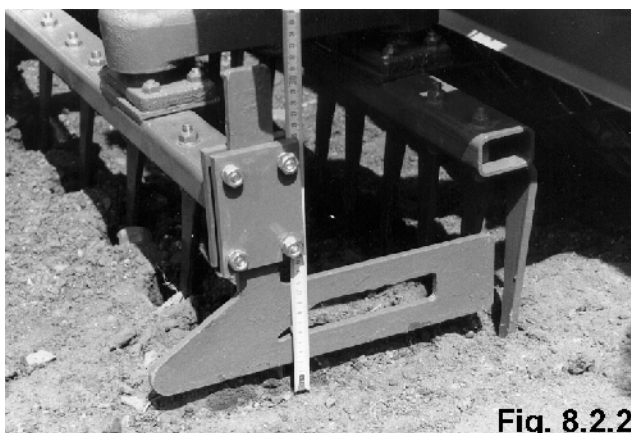

Fig. 8.2.2
- Ajustar la rascadera de forma que se encuentre 2 cm sobre el suelo (fig. 8.2.2),